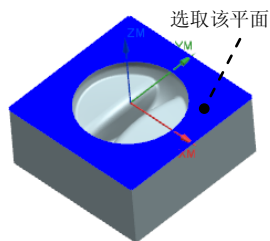

图 17.3 参考面
Step1. 将工序导航器调整到几何视图，双击节点  MCS_MILL，系统弹出“MCS 铣削”对话框，在“MCS 铣削”对话框  安全设置 区域  安全设置选项 下拉列表中选择 平面 选项，然后在图形区选取图 17.3 所示的模型表面，在  距离 文本框中输入 20.0，按下键盘上的 Enter 键，